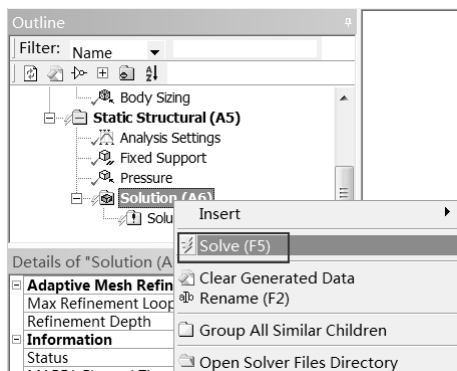

图 14-24 求解
Step6：在 Outline（分析树）中的 Static Structural（A5）选项上右击，在弹出的快捷菜单中选择 Solve 命令，如图 14-24 所示，此时会弹出进度显示条，表示正在求解，当求解完成后进度条自动消失。